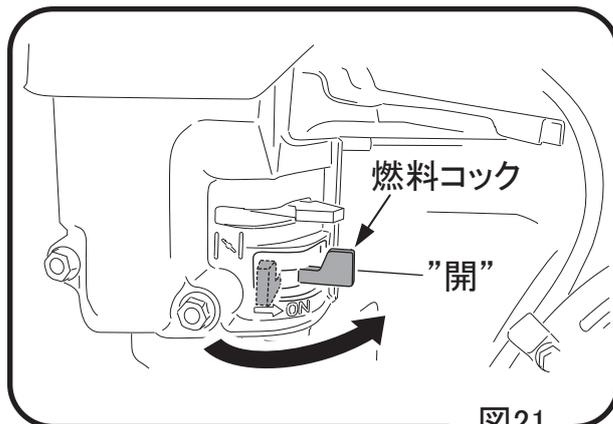

図21
- 1 燃料コックのレバーを「開」にして、燃料を通します。(図21)